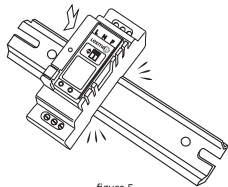

figura 5
6. Installare la scatola che include il ricevitore sulla guida DIN del quadro elettrico (vedi figura 5).